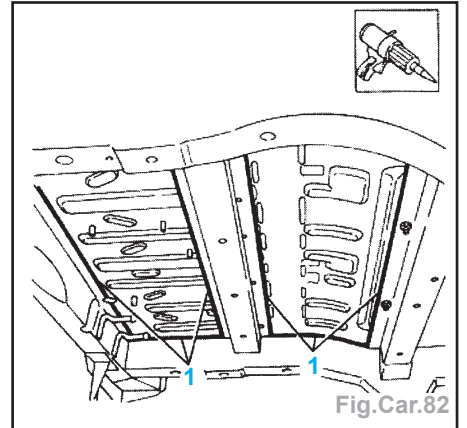

Fig.Car.82
- Effectuer un traitement PVC (1) (Fig.Car.82).